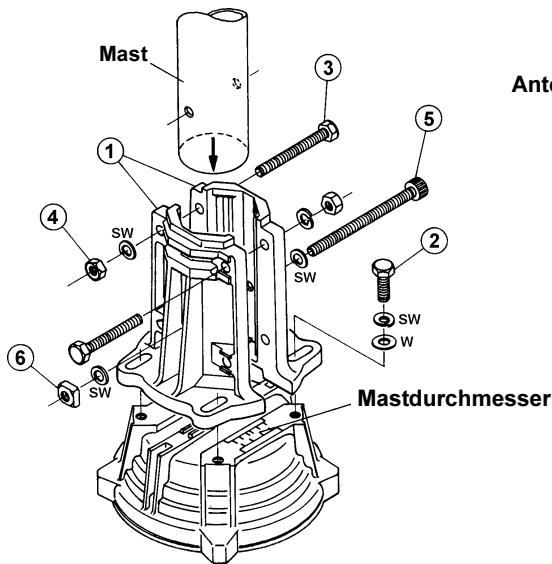

Abbildung 5
4. Bringen Sie die Mastklemme ① mit Hilfe der mitgelieferten M8 x 25-Schrauben ②, Federscheiben und Unterlegscheiben lose am Rotorgehäuse an (siehe Abbildung 5).
5. Führen Sie das Antennenrohr mit Hilfe eines Hilfsmastes oder einer anderen Hebeeinrichtung von oben durch das Lager in die Masthalterung des Rotors. Befestigen Sie die Mastklemmen lose mit Hilfe der mitgelieferten M8 x 70-Schrauben ③ und Federscheiben.